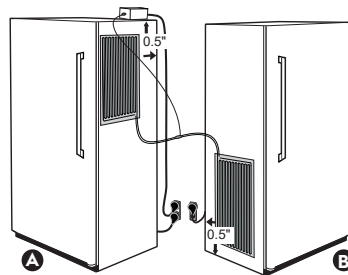

Fig. 9
**REMARQUE :** Avant de retirer le support en papier, alignez les blocs chauffants, afin de vous assurer que les fils sortent vers le centre et l'arrière du réfrigérateur/congélateur (comme illustré à la figure 9).